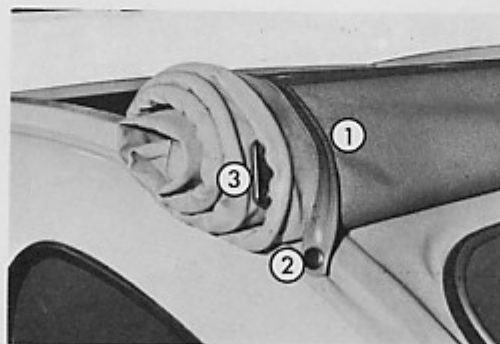

Fig. 29 - Ouverture totale de la capote
- La rouler jusqu'à la lunette arrière, la fixer avec les sangles (Fig. 29 Rep. 1) aux boutons pressions (Rep. 2).